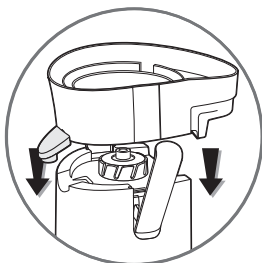

fig.2
- Placez le collecteur de jus (E) sur le bloc moteur (H) (**fig. 2**).